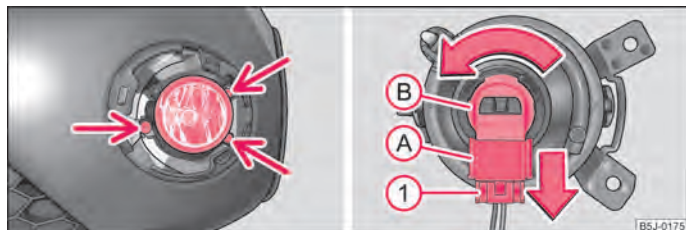

Fig. 163 Paragolpes delantero: Faro antiniebla/cambio de bombilla
- Quite los tornillos, lado izquierdo, con la ayuda del destornillador de la herramienta de a bordo ¹⁾ ⇒ fig. 163.
- Gire el fusible ① ⇒ fig. 163 del conector ① y quite el conector del portalámparas ②.
- Gire el portalámparas ③ con la bombilla hacia la izquierda, hasta al tope, y retírelo.
- Conecte el conector ① en el portalámparas ③.